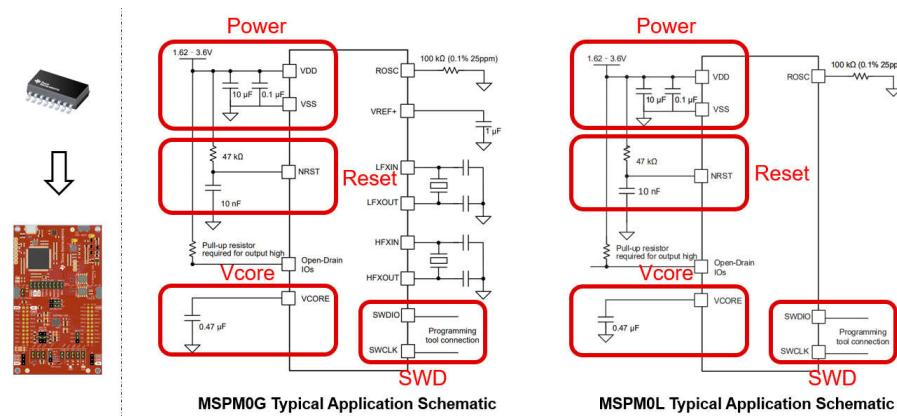

图 2-36. MSPM0 最小系统
- 对于 MSPM0，可将硬件设计到您自己的电路板中。图 2-36 所示为最小系统设计示例。